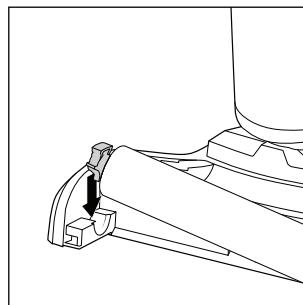

Fig. 40
- ◆ A continuación, presione el soporte del lado izquierdo del rodillo de cepillos **6** para introducirlo en el orificio del lado izquierdo del pie del aparato **3** hasta que el rodillo de cepillos **6** encastre audiblemente (consulte la fig. 40).